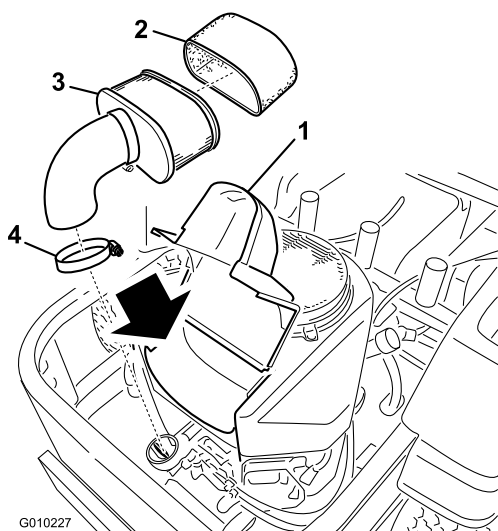

Figura 38
3. Pulite intorno al filtro dell'aria per evitare che la morchia possa penetrare nel motore provocando gravi danni. Allentate le due manopole di plastica sul coperchio e staccate il coperchio del filtro dell'aria (Figura 38).
4. Togliete con cautela l'elemento in schiuma sintetica dall'elemento di carta (Figura 38).
5. Svitare i dadi ad alette e togliete l'elemento di carta (Figura 38).